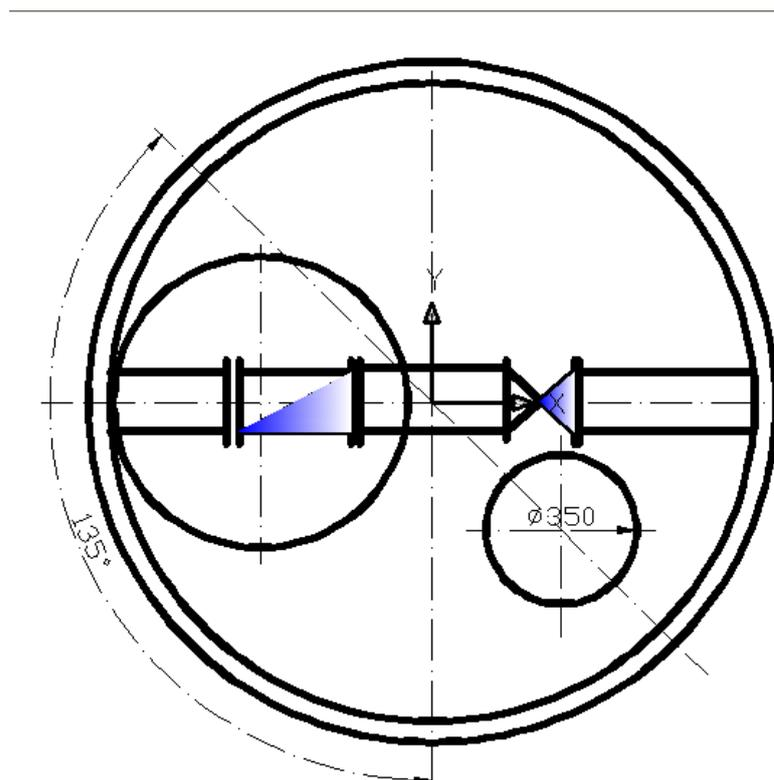

Рис. 2.30. Фрагмент учебного чертежа с применением разного вида привязок (Фрагмент чертежа «Насосная станция 1-го подъема»)
11. Выполните построение учебного чертежа с использованием механизма привязки (Рис.2.30).